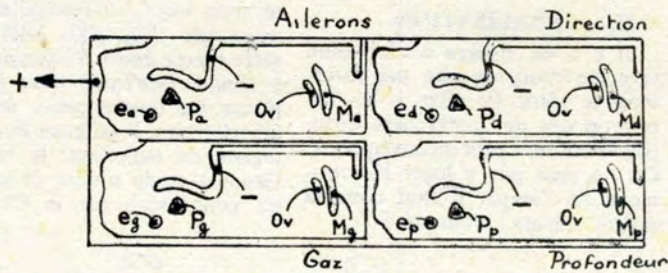

FIG. 27. - Interconnexions platine 4 voies.
- Soit sur le CI des bouchons (Fig. 26 et 27) ce qui dans ce cas, simplifie le câblage. On laissera libres, les deux plots correspondants du CI ampli. Dans le cas de la platine 4 voies, il suffit de juxtaposer 4 fois le circuit élémentaire, toujours dans le même sens (Fig. 27). Laisser un intervalle de 1 mm entre chaque CI, réunir toutes les zones +, par contre il sera impossible d'en faire autant pour les zones (on les reliera par fils).